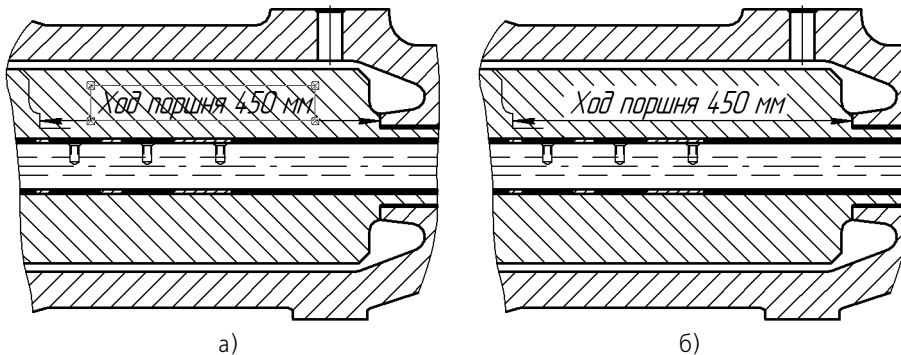

Рис. 34.7. Использование временной ломаной линии в качестве границы области очистки: а) формирование ломаной, б) результат операции
Если границей очищаемой области является ломаная, не совпадающая полностью ни с одним из имеющихся контуров (рис. 34.7), сформируйте ее вручную. Для этого нажмите кнопку **Ручное рисование границ**. Дальнейший порядок действий описан в разделе 19.1.1 на с. 139.
- ▼ Если в числе объектов, частично попавших в область для очистки, есть объекты оформления (линии-выноски, обозначения баз, допусков формы и т.п.), то в большинстве случаев они удаляются полностью. Размеры имеют следующую особенность: они не удаляются, если в области для очистки оказалась размерная надпись. Благодаря этому можно получать изображения, показанные на рис. 34.7.